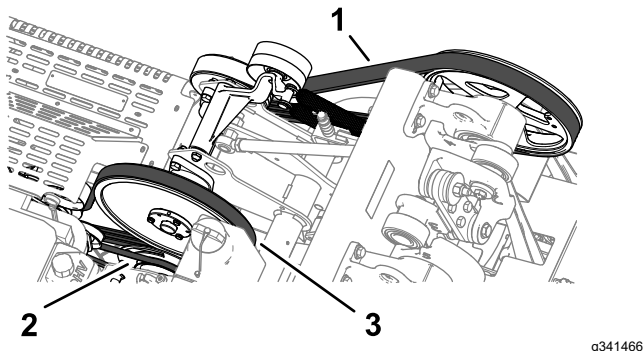

图 175
2. 检查液压泵、中间动轴和曲轴皮带图 175 是否损坏、磨损、垫层裂纹过多或有大块嵌入式碎片。